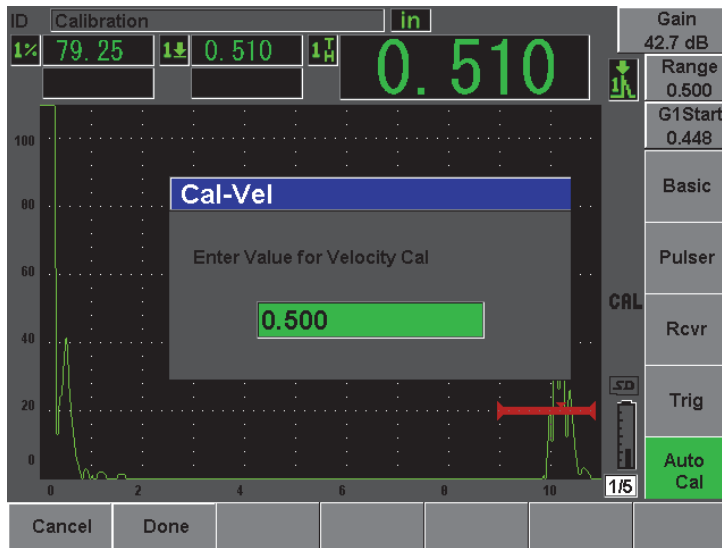

Abbildung 10-9 Eingabe der Dicke für die Nullpunktjustierung
16. Im Dialogfeld **Cal-Vel** (Just 0) den Wert auf die bekannte Dicke der Indikation in der Blende einstellen (in diesem Beispiel 0,500 in.), dann mit **Done** (Fertig) das Justierverfahren beenden (siehe Abbildung 10-9 auf Seite 164).